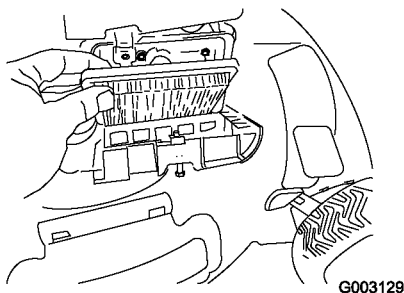

Рисунок 36
3. Замените воздушный фильтр (Рисунок 36).